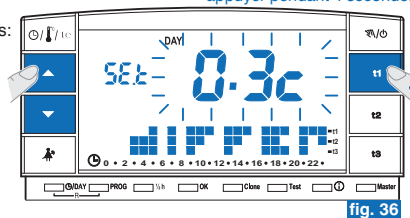

fig. 36
- Appuyer sur la touche **t1** jusqu'à afficher la valeur clignotante du différentiel existante (exemple sur la fig. 36 - configuration d'usine **0.3C**).
- Modifier la valeur (de 0,2 à 0,7) en appuyant sur les touches ▲▼ (exemple sur la fig. 36).